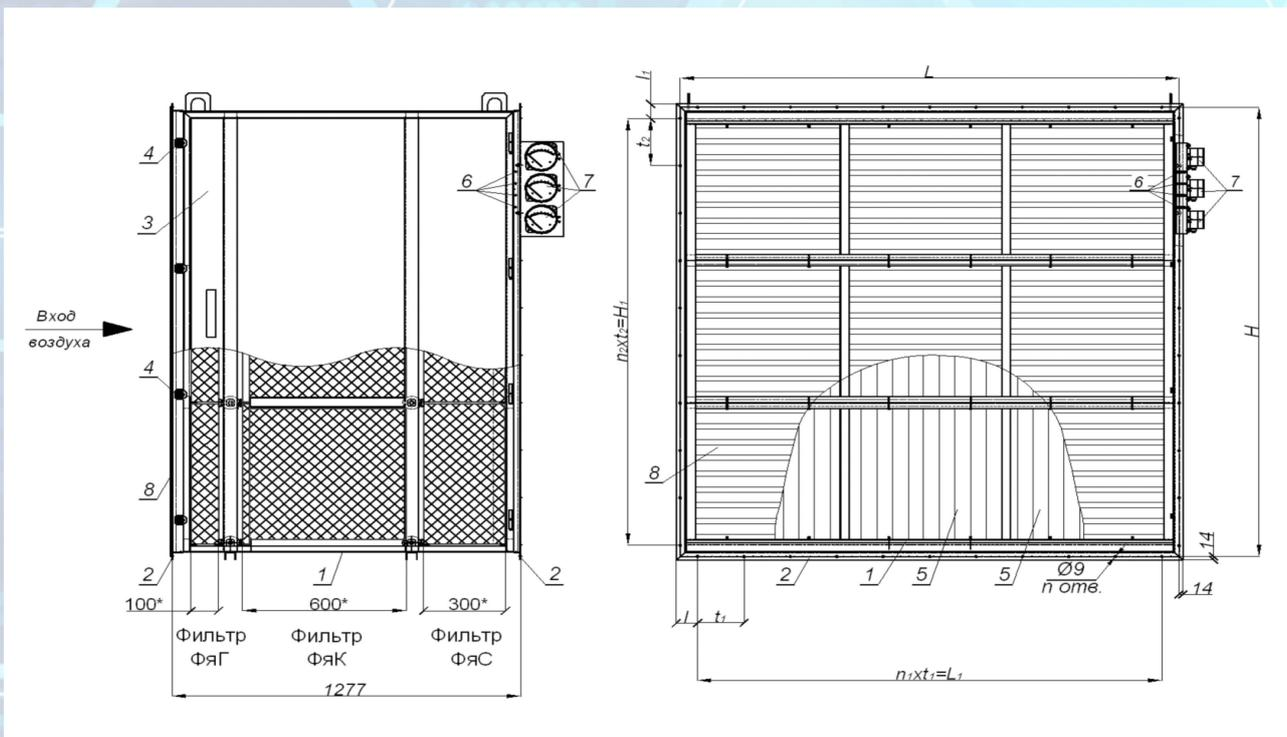

Рис. 1 Схема секции воздушных фильтров ССФ-Т3
На рис.1 и 2 представлены секции воздушных фильтров ССФ-Т с трехступенчатой схемой фильтрации воздуха, преимуществом которой является использование карманного предфильтра типа ФяК глубиной 600 мм, что в 2,5-3 раза увеличивает его ресурс работы по сравнению с наиболее часто применяемыми в составе ВОУ карманными фильтрами глубиной 300 или 360 мм.
Секция воздушных фильтров (рис.1) состоит из металлического корпуса (1), имеющего на входе и выходе фланцы (2), для присоединения к фланцам переходных камер, диффузоров и конфузоров, посредством болтовых соединений через уплотнительную резину. На боковой стороне корпуса ССФ-Т имеется дверь (3), закрываемая с помощью прижимов (4). Герметизация соединения двери с корпусом осуществляется за счет установки специального уплотнения. Дверь может располагаться справа или слева по ходу движения воздуха по техническому заданию Заказчика. Для защиты от атмосферных осадков, на входе в секцию ССФ-Т, может быть установлена наружная вентиляционная решетка (8).
В процессе эксплуатации секции ССФ-Т (рис.1) следует контролировать аэродинамическое сопротивление фильтров по показаниям приборов регистрации, присоединенных к штуцерам (6).